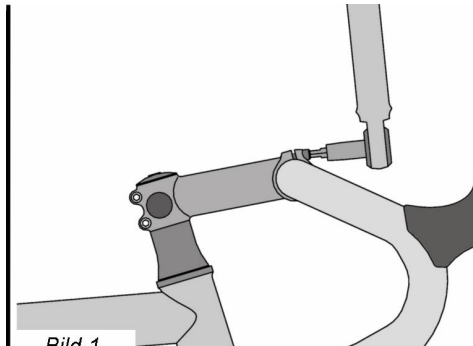

Bild 1
- Ziehen Sie mit einem Drehmomentschlüssel die Lenkerklemmschrauben des Vorbaus in dieser Position gleichmäßig und abwechselnd bis zu einem Anzugsmoment von 7 Nm an, **Bild 1**.